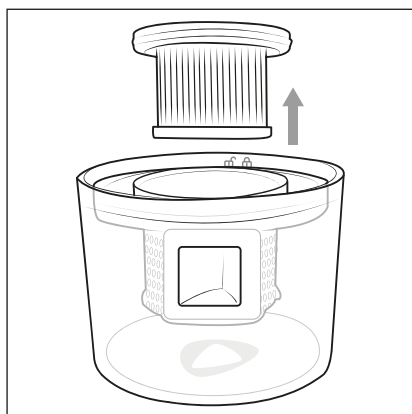

Fig. 5
- 2) Hiqeni filtrin HEPA **5** nga filtri i pluhurit **6** duke përdorur gishtin e madh dhe gishtin tregues (Fig. 5).